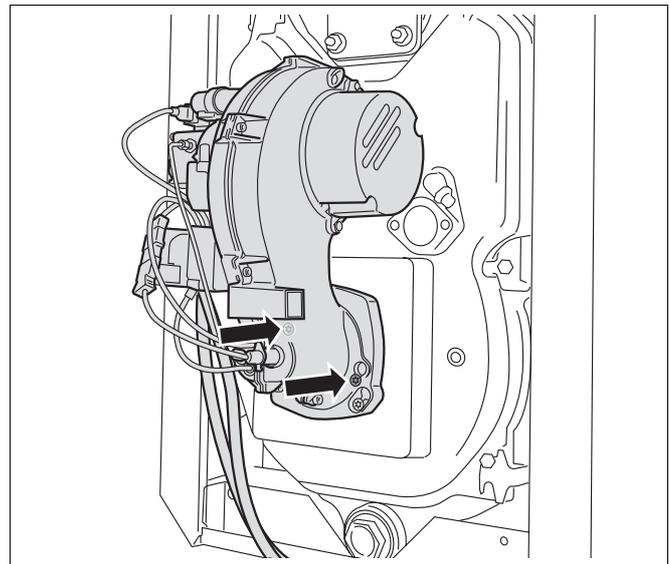
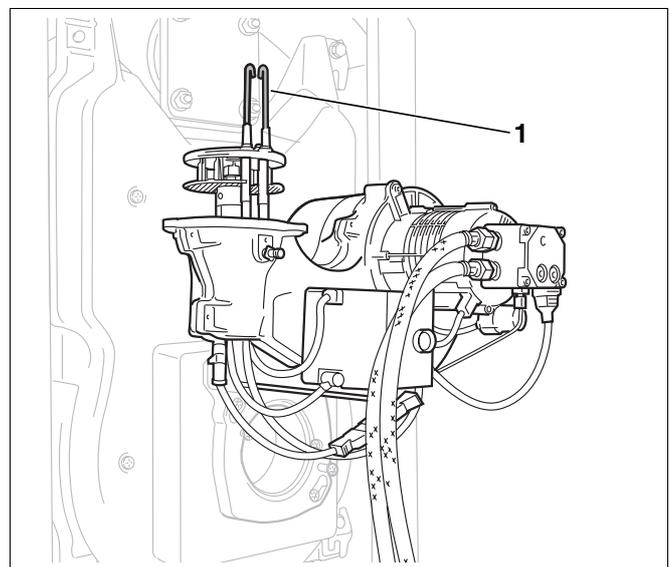

Abb. 25 Schrauben der Bajonettbefestigung lösen
Abb. 26 Brenner in Serviceposition aufstecken
- Brennerschrauben der Bajonettbefestigung (Abb. 25, Seite 28) lösen (fünf bis sechs Umdrehungen – ca. 6 – 8 mm). Brenner in Serviceposition (Abb. 26, Seite 28) aufstecken.
- Die beiden Schrauben der Bajonettbefestigung lösen (Abb. 25).
- Brenner in Serviceposition (Abb. 26) aufstecken.
Die Zündelektroden (Abb. 26, **Pos. 1**) müssen frei von Ablagerungen sein.
- Zündelektrode (Abb. 26, **Pos. 1**) ausbauen.